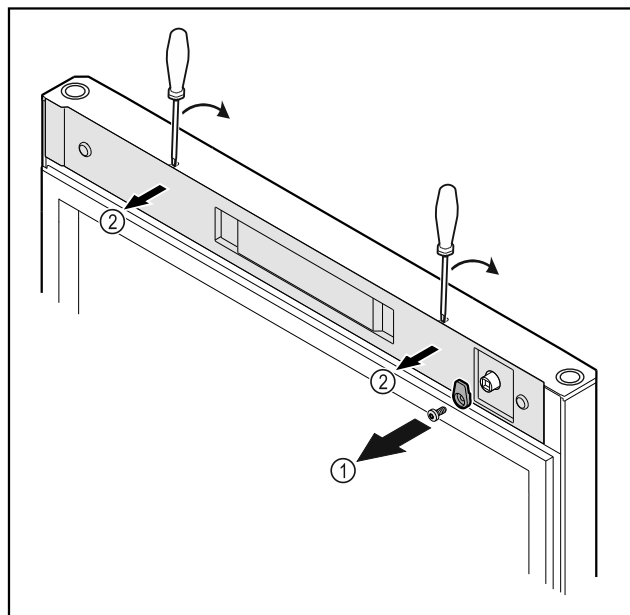

Fig. 16
- Odšroubujte petlici Fig. 16 (1).
- Uvolněte kryt Fig. 16 (2) malým šroubovákem a sejměte jej.